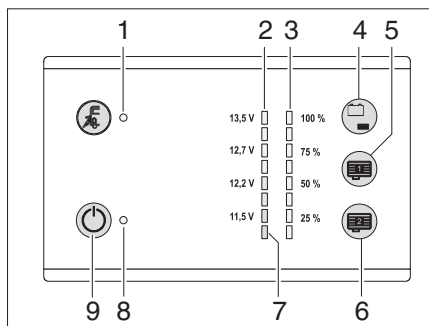

Bild 92 Panel LT 101 / LT 102
Nivån i vattentanken kan avläsas med sensorknappfältet (Bild 92,4).
- Berör sensorknappfältet (Bild 92,4): Nivån i vattentanken visas i fyra steg med lysdioderna (Bild 92,3) (25 % till 100 %).
Den röda varnings LED (Bild 92,7) blinkar när spänningen i bodelsbatteriet endast är 11 V (mätning under pågående drift) och risk för djupurladdning föreligger.
Med sensorknappfältet (Bild 92,4) kan bodelsbatteriets laddningsnivå avläsas.
- Berör sensorknappfältet (Bild 92,4): Bodelens batteriladdningsnivå visas.
Med huvudbrytaren 12 V (Bild 92,9) kopplas panelen och bodelens 12 V-försörjning till eller från.
- Berör sensorknappfältet (Bild 92,9): 12 V-försörjningen för bodelen är påslagen. Kontrollampan (Bild 92,8) lyser grönt.
- Berör sensorknappfältet (Bild 92,9) igen: 12 V-försörjningen för bodelen är avstängd. 12 V-kontrollampan (Bild 92,8) slocknar.
- ▷ Om varnings LED:en för djupurladdning (Bild 92,9) blinkar kan försörjningen inte slås på, eftersom batterispänningen är för låg.